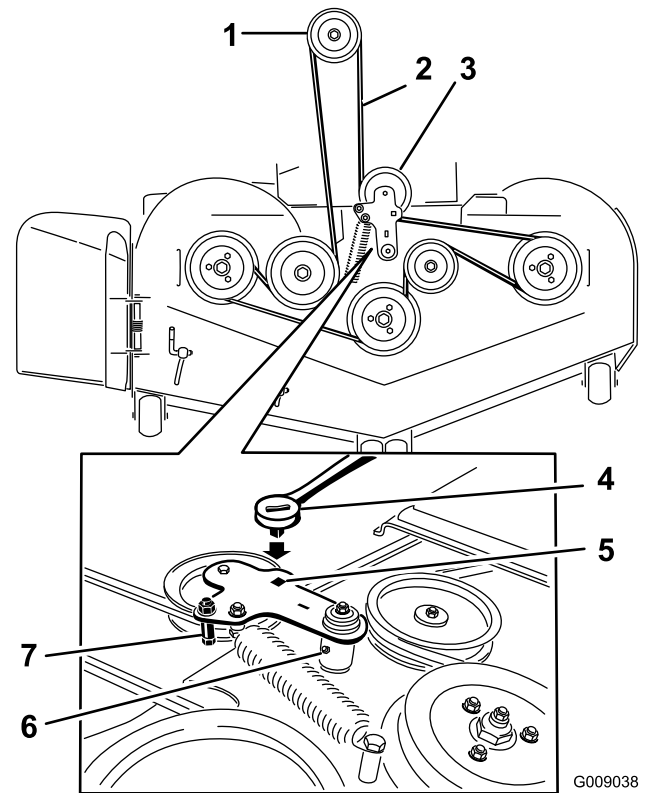

Figure 81
5. Insérez un rochet dans le trou carré du bras de la poulie de tension pour détendre le ressort de la poulie de tension (Figure 81).
7. Enlevez le guide de courroie situé sur le bras de la poulie de tension rappelée par ressort (voir Figure 81).
9. Acheminez la courroie neuve autour des poulies du tablier de coupe et de la poulie d'embrayage, sous le moteur (Figure 81).
10. Montez le guide de courroie sur le bras de la poulie de tension (voir Figure 81).
11. Insérez le rochet dans le trou carré et montez le ressort de la poulie de tension (Figure 81).